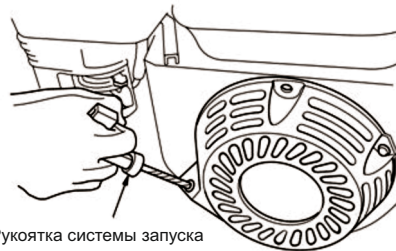

Рисунок 17
5. Для запуска двигателя возьмитесь за рукоятку системы запуска и плавно тяните за нее, пока не почувствуете сопротивления, после чего плавно отпустите рукоятку системы запуска (рис. 17), а затем резко дерните за нее. Двигатель должен запуститься. Если двигатель не запустился, то повторите действия, указанные в этом пункте.